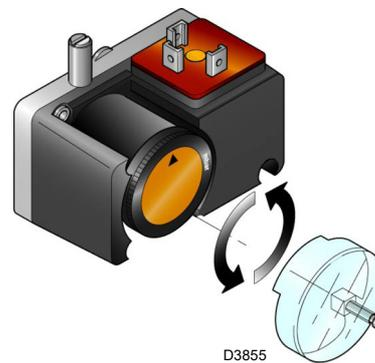

Fig. 34
- Regolare il pressostato per il controllo di tenuta (Kit PVP)(Fig. 34 a pag. 32), se presente, secondo le istruzioni a corredo del kit stesso.
Regolare il pressostato per il controllo di tenuta (kit PVP) (Fig. 34) secondo le istruzioni a corredo del kit stesso.